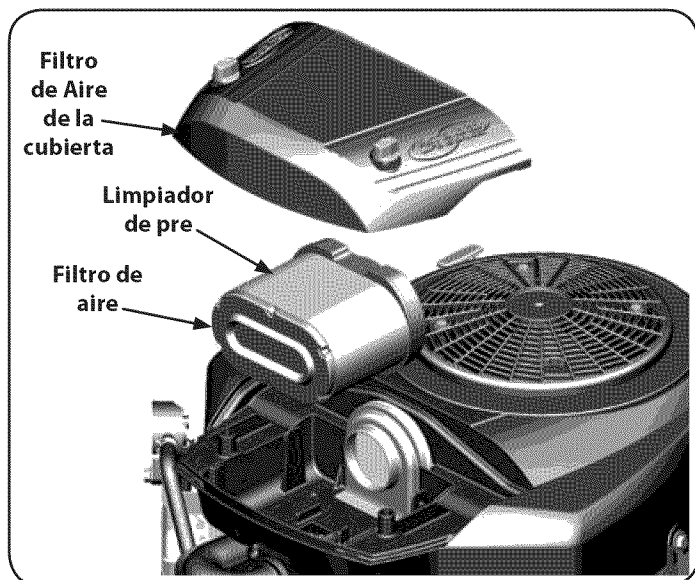

Figura 24
1. Retire la tapa del filtro de aire. Vea la Figura 24.